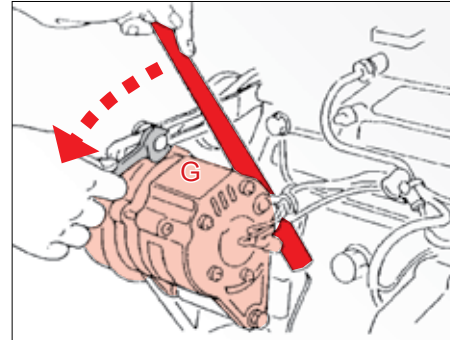

Fig. 94
2. À l'aide d'un outil approprié, pousser l'alternateur jusqu'à obtention de la tension de courroie trapézoïdale correcte (Fig. 94).